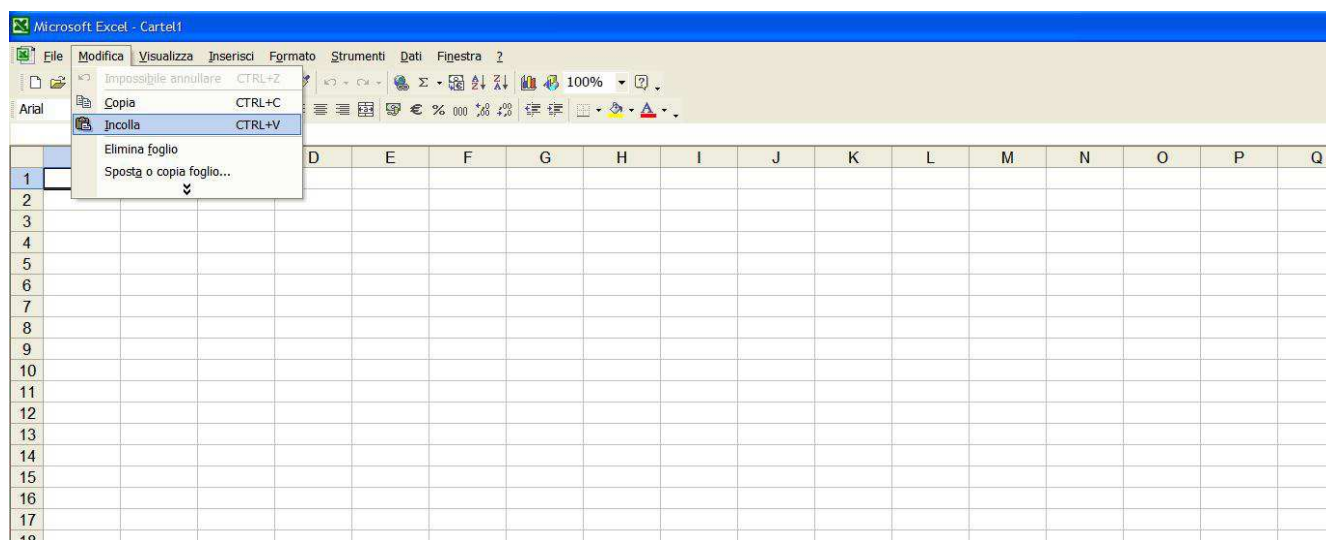

Figura B.5 – Foglio di lavoro di Microsoft Excel ® sul quale incollare i dati selezionati
3. Aprire il programma Microsoft Excel ® ed incollarvi i dati copiati selezionando “Modifica” e quindi “Incolla” oppure premendo CTRL-V (Figure B.5 e B.6).